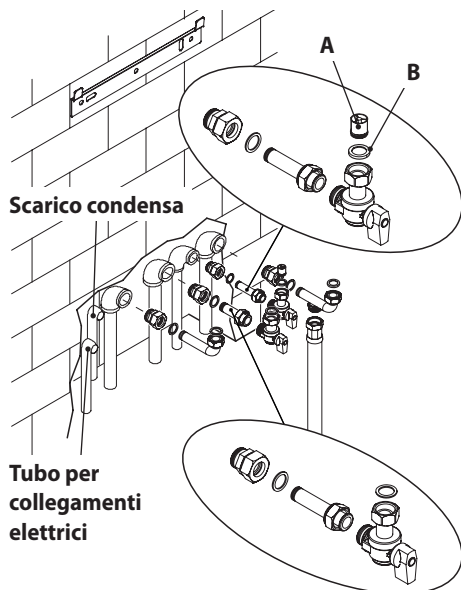
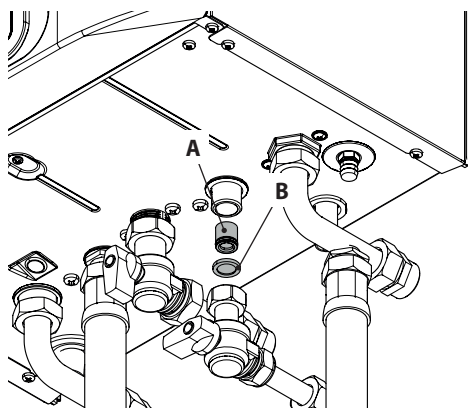

Figura 5.3
Figura 5.4
- Inserire la valvola di non ritorno (**A**) all'interno del raccordo "riempimento del circuito riscaldamento" e posizionare la guarnizione con filtro (**B**) (Figura 5.3 e Figura 5.4)